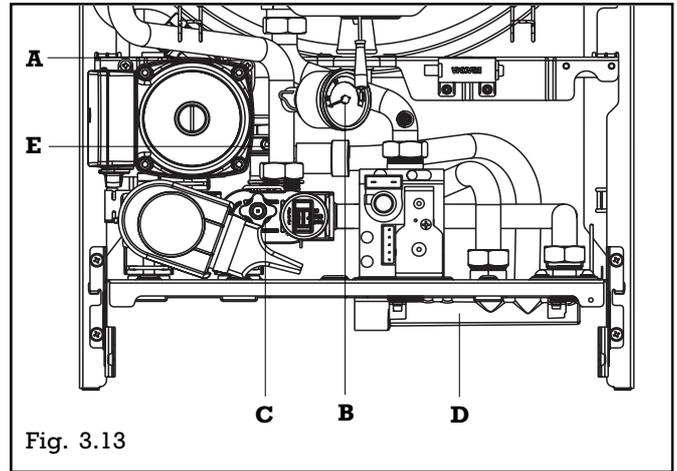

Fig. 3.13
- ouvrir de 2 ou 3 tours le bouchon du purgeur d'air automatique (A) (fig. 3.13)
- remplir l'installation jusqu'à ce que la pression indiquée par le manomètre (B) soit dans la zone bleue.
- Dévisser le robinet de vidange de l'installation (C) l'eau s'écoulera par le collecteur d'évacuation (D) (fig. 3.13)